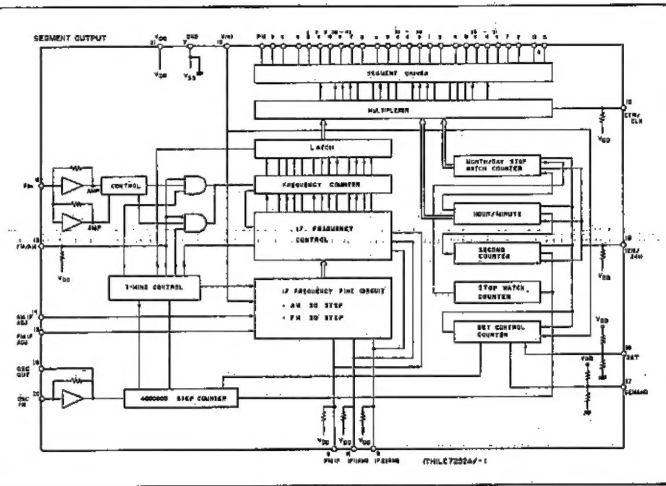

Abbildung 15-2
- **Frequenzzählerkreis** (Siehe Abbildung 15-2 und 17.) Wie aus seinem Blockschaltbild (Abbildung 15-2) ersichtlich ist, bietet dieser aus einem hochintegrierten Schaltkreis (IC805) bestehende Frequenzzählerkreis nicht nur eine Frequenzzählerfunktion, sondern auch zwei andere Funktionen (Uhr und Kalender); die beiden letzteren werden jedoch beim RS-1288H nicht verwendet. Die Wahl des UKW- oder AM-Betriebs des IC805 hängt davon ab, ob das Potential am Stift ⑫ (UKW/AM) hoch- oder niederpegelig ist.
- \* Stift ⑨ (ZF2-AM) und Stift ⑪ (ZF2-AM) bestimmen die Position der Überlagerungsschwingung bei AM-Empfang. Sind die Potentiale der beiden Stifte niederpegelig, erfolgt die Überlagerungsschwingung bei einer Position, die um 456 kHz höher als die Empfangsfrequenz ist. Ist das Potential am Stift ⑨ niederpegelig und dasjenige am Stift ⑪ hochpegelig, ergibt sich eine Überlagerungsschwingungsfrequenz von 470 kHz.
- \* Der Stift ⑧ (UKW-ZF) bestimmt die Position der Überlagerungsschwingung bei UKW-Empfang; wenn sein Potential hochpegelig wird, ist die Überlagerungsschwingungsfrequenz um 10,7 MHz höher als die Empfangsfrequenz.
- \* Stift ⑮ (CTR/CLK); wenn sein Potential hochpegelig wird, wird der Frequenzzähler in Gang gesetzt.
- \* Stift ⑬ (UKW-ZF-Einstellung) erzeugt zusammen mit dem Drehwiderstand VR802 eine Gleichspannung, die eine Abweichung der UKW-ZF (10,7 MHz) berechtigt.
- \* Stift ⑭ (AM-ZF-Einstellung) erzeugt zusammen mit dem Drehwiderstand VR801 eine Gleichspannung, die eine Abweichung der AM-ZF (455 kHz) berechtigt.